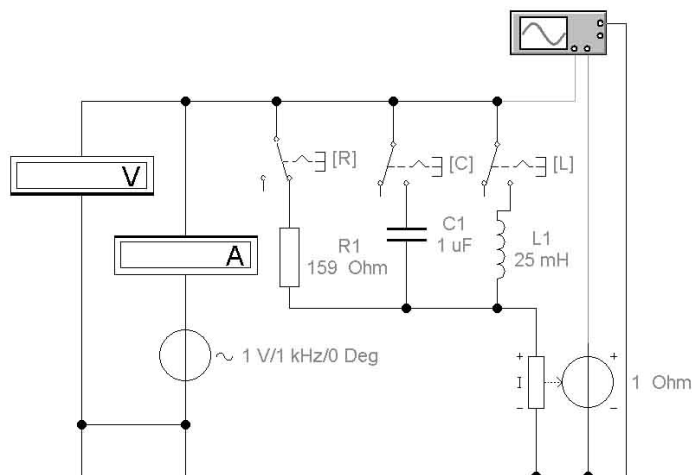

Рис. 5. Моделирование цепи с одним элементом в программе EWB
10. Выполнить эксперименты в программе EWB. Открыть файл lab2\_01.ewb. Схема цепи соответствует рис. 5. Установить значения элементов цепи лабораторного стенда. Установить переключатели «R», «C», «L» в следующие положения: